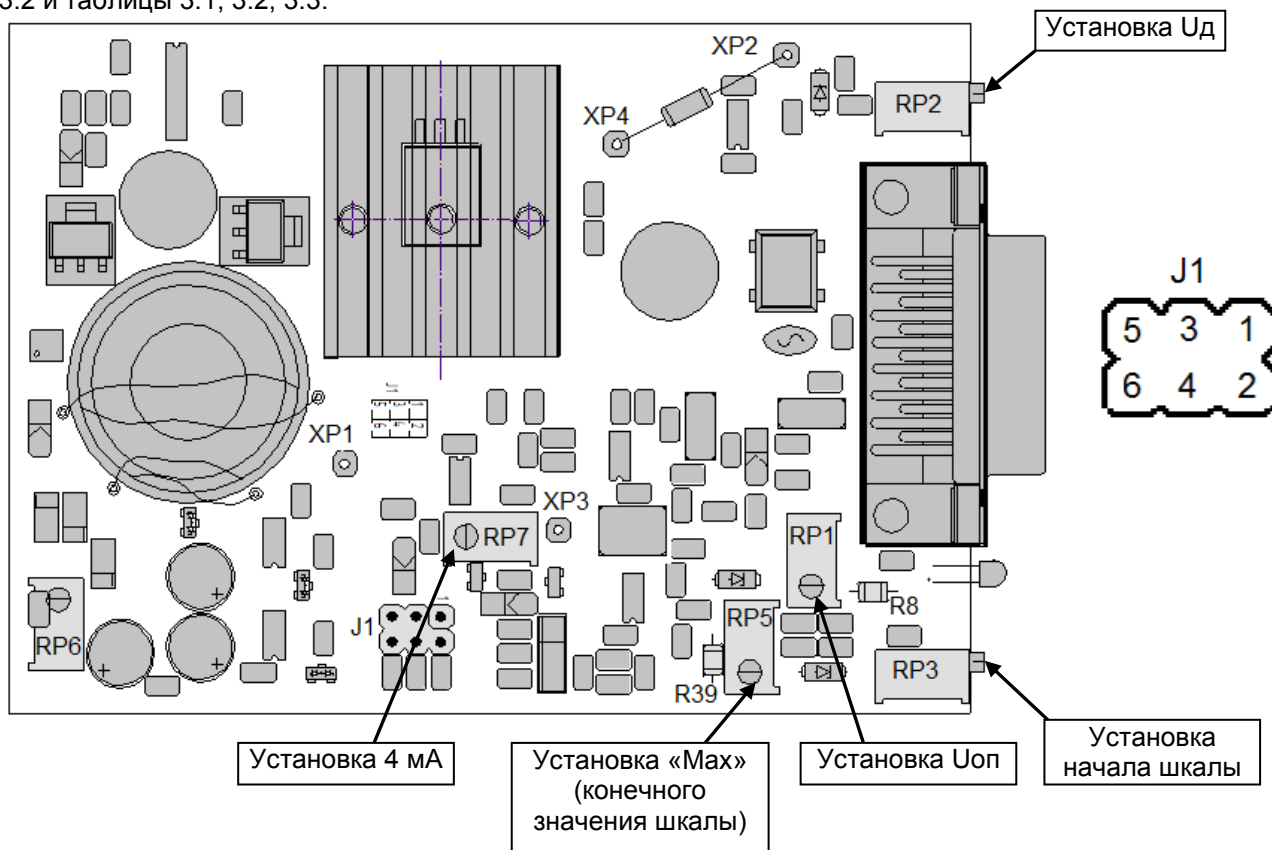

Рисунок 3.2 – Схема расположения органов регулирования и элементов перестройки БПТ-2
3.2.4 Для изменения настроек БПТ-2 на другие входные/выходные сигналы используйте рисунок 3.2 и таблицы 3.1, 3.2, 3.3.